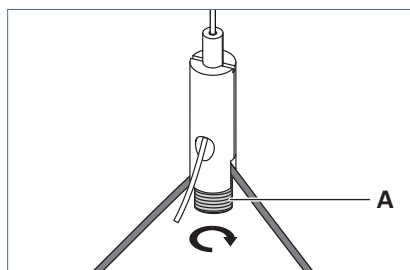

Fig. 26: Aligner le luminaire.
- Pour aligner le luminaire, desserrez la vis **A** au niveau des attaches de câble, voir Fig. 26.